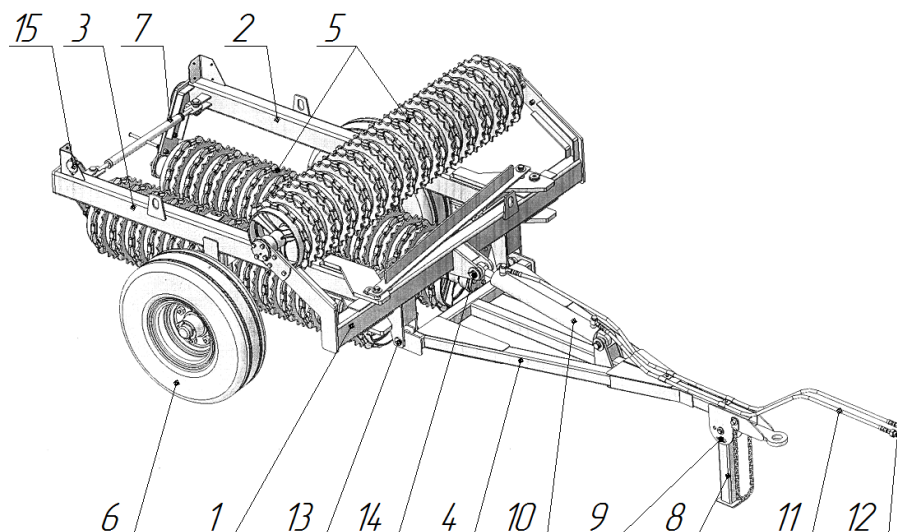

Рис.1 Общий вид
3.1 Основными составными частями катка являются (рис.1):
4.1 Рама центральная катка 1 (рис.1) предназначена для крепления на ней средней рабочей секции 5 и рамы левой 2 и правой 3 с боковыми секциями 5. Шарнирное соединение рамы левой и правой с центральной, обеспечивает возможность укладки катка в транспортное положение. В транспортном положении сложенная рама фиксируется стяжкой 7.
4.2 Сница 4 (рис.1) предназначена для присоединения катка к трактору. Подножка 8, шарнирно установленная на снице, фиксируется в вертикальном и транспортном положении при помощи штыря 9.
4.4 Гидроцилиндр 10 (рис.1) служит для опрокидывания катка при переведении его в рабочее или транспортное положение. Гидроцилиндр присоединяется к гидросистеме трактора с помощью двух гидрорукавов 11 и соединяющих муфт 12, которые присоединяются к гидрорукавам катка.
Каток транспортировать по дорогам общего пользования только в транспортном положении, боковые секции замкнуть с помощью стяжки 7 (рис.1). Скорость движения не должна превышать 20км/ч.
6.2.2 Присоединить сницу 4 к центральной раме 1, установив ее на осях 13 в кронштейнах рамы (рис.1).
6.2.3 Установить на центральной раме на оси 14 гидроцилиндр 10 (рис.1).
6.2.4 Установить световозвращатели 15 (рис.1) (из комплекта машины) белого, красного и оранжевого цвета.